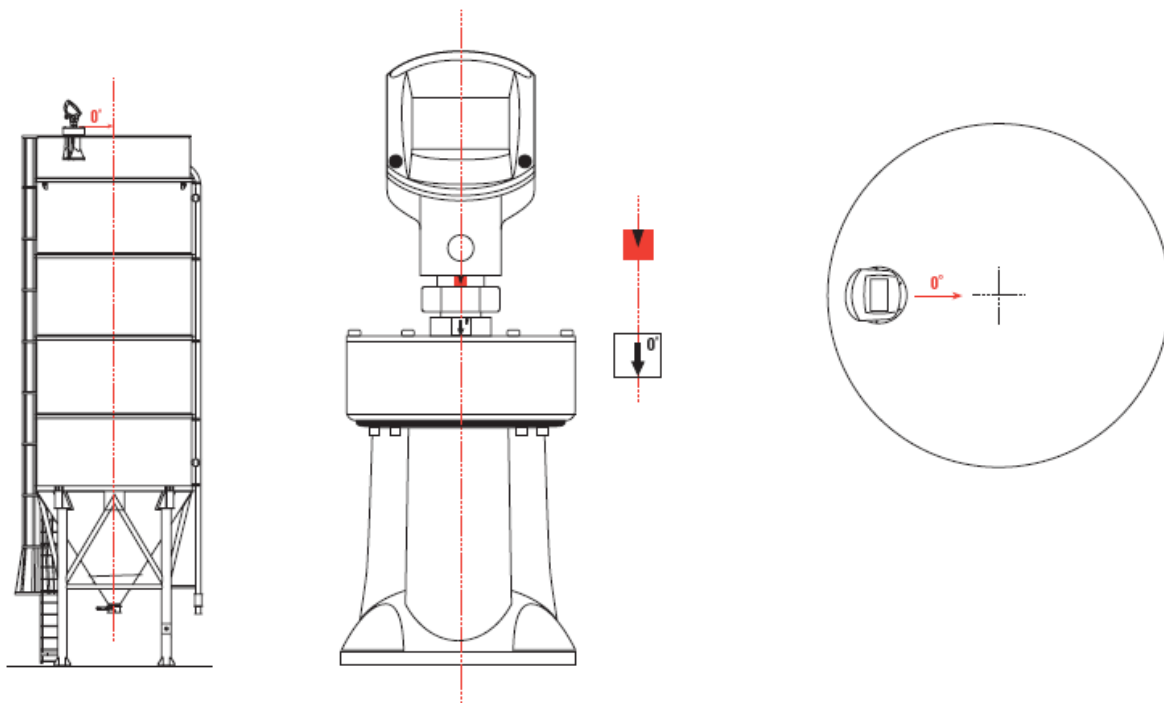

Figura 21 Direzione di montaggio
- ⊙ La direzione di montaggio è indicata da un adesivo che riporta  $0^\circ$  sull'unità fare riferimento a Figura 21 Direzione di montaggio